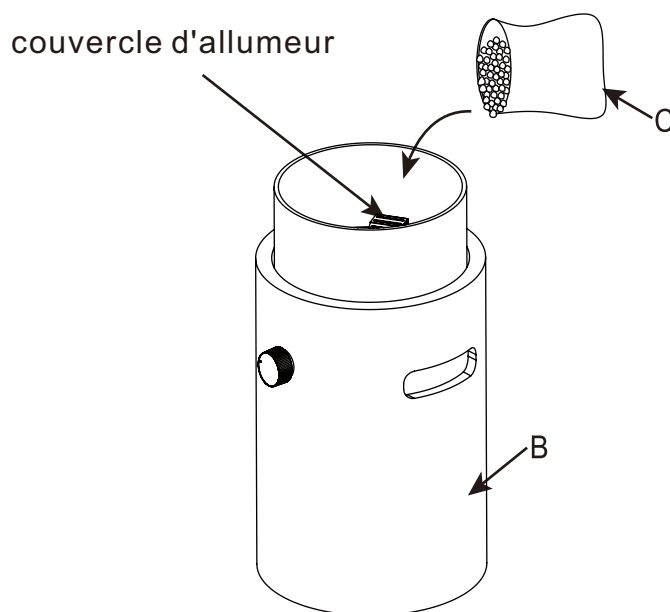

Figure 5
4. Placez les pierres de lave (C) dans le corps du foyer (B). Environ 0,5 kg de pierres de lave sont nécessaires (voir Figure 5).